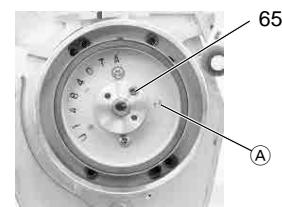

Fig. 11
Lors de la mise en place du rotor, l'encoche dans le tambour de têtes doit être visible à travers le trou (A) dans le rotor (Fig. 11). Le remontage s'effectue dans l'ordre inverse.
- Enlever le ressort de masse (Pos. 65) du tambour de têtes (Fig. 11).